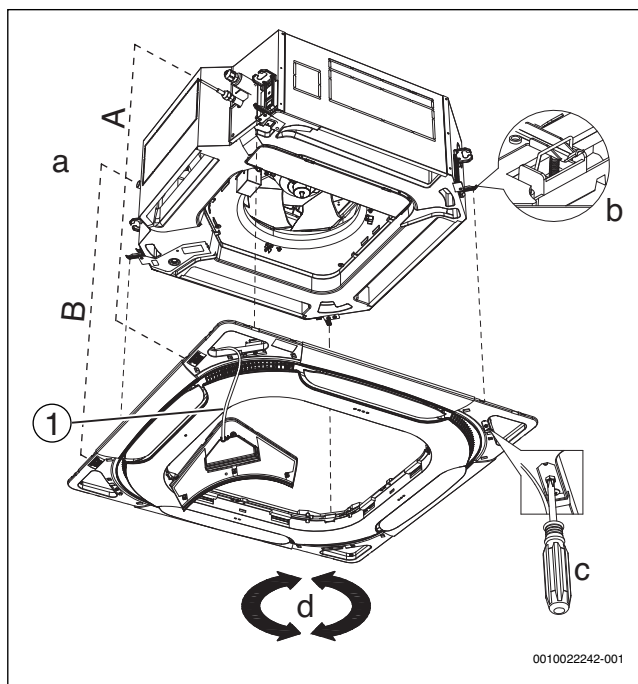

Рис. 6
1. Совместите декоративную панель с направлением внутреннего блока. На декоративную панель нанесен следующий текст: «Сторона трубопровода» и «Дренажная сторона». Поверните декоративную панель так, чтобы надпись «Сторона трубопровода» совпала с положением трубопровода подачи хладагента, а надпись «Дренажная сторона» — с положением дренажной трубки (→ рис. 6, «а»).
2. Повесьте декоративную панель: на задней стороне панели в каждом из четырех углов установлено крепление из стальной проволоки. Наденьте стальные проволоочные крепления на крючки, расположенные в четырех углах внутреннего блока (→ рис. 6, «b»). Повесьте панель на выступающий крюк.
3. Предварительно закрепите декоративную панель: вкрутите запорные винты, расположенные в четырех углах панели, примерно на 5 мм. Панель поднимется на 5 мм соответственно (→ рис. 6, «с»).
4. Поверните декоративную панель так, чтобы она полностью закрывала отверстие в потолке (→ рис. 6, «d»).